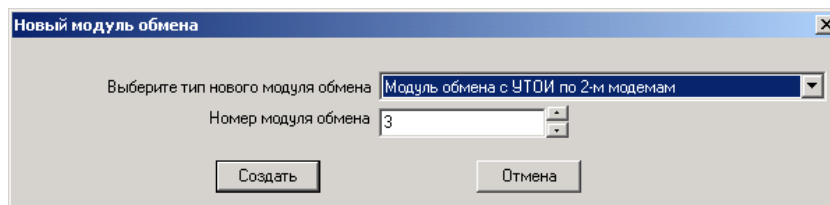

Рисунок 8
4.1.4 Создать необходимое количество модулей обмена (COM) с ретрансляторами (на каждые 4 ретранслятора типа УТОИ (либо виртуальных АТС связи с GSM), – свой модуль обмена, рисунок 8), учитывая, что номер ретранслятора является составной частью пароля абонентского комплекта.